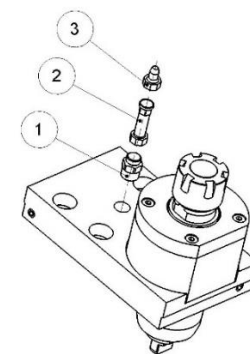

Figure 2
Pour utiliser l'arrosage externe, enlever le bouchon et fixer la buse de façon à ce qu'elle soit dirigée en direction de l'outil (fig 2, pos 3)